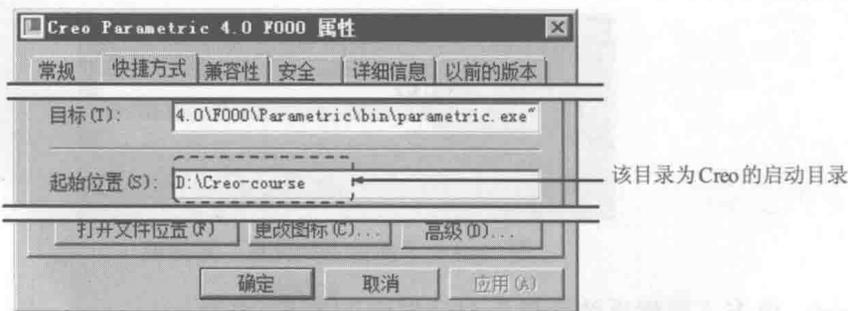

图 1.3.1 “Creo Parametric 4.0 F000 属性”对话框
Step2. 此时桌面上弹出图 1.3.1 所示的“Creo Parametric 4.0 F000 属性”对话框, 单击该对话框中的**快捷方式**标签, 然后在**起始位置(S):**文本框中输入 D:\creo-course, 并单击**确定**按钮。